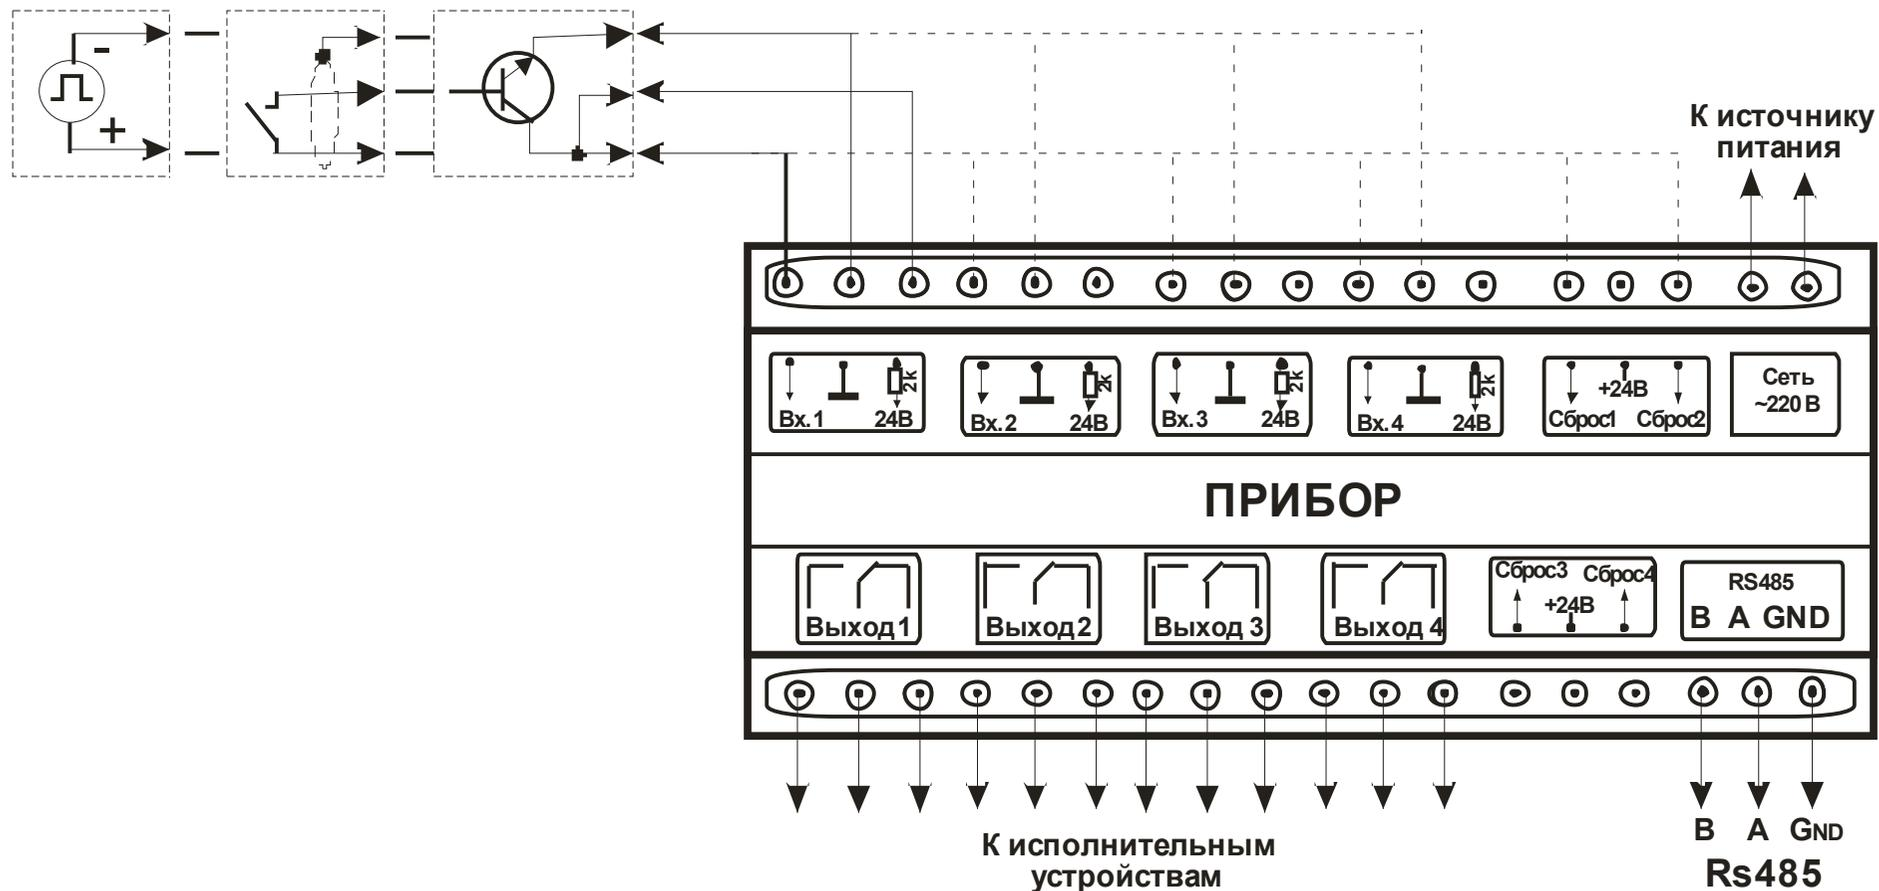

Рисунок 8.1 – Схема подключения входных датчиков, источника питания и исполнительных устройств
8.3 Произведите подключение входного датчика с учетом расположения клеммников на задней панели прибора (см. рисунок 8.1).
8.4 Подключите прибор к источнику питания и исполнительному устройству (см. рисунок 8.1).